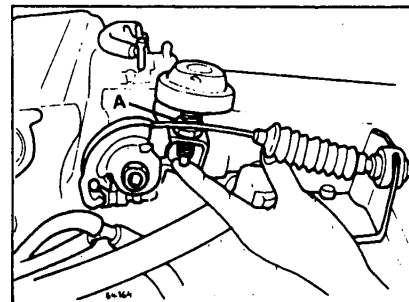

Рис. 16 Проверка замедлителя
- Нажмите на толкатель замедлителя (рис. 16) и убедитесь в том, что он входит в замедлитель медленно.
- При необходимости отрегулируйте положение замедлителя, отпустив контргайку А (рис. 16)